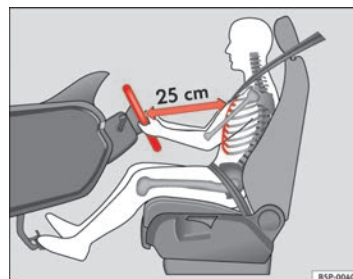

Abb. 116 Die richtige Sitzposition des Fahrers
- Stellen Sie das Lenkrad so ein, bis die gewünschte Einstellung erreicht ist \Rightarrow Abb. 116.
- Stellen Sie den Fahrersitz oder das Lenkrad so ein, dass der Abstand zwischen Lenkrad und Brustbein mindestens 25 cm beträgt ⇒ Seite 162, Abb. 116. Wenn Sie den Mindestabstand nicht einhalten, kann Sie das Airbag-System nicht schützen – Lebensgefahr!